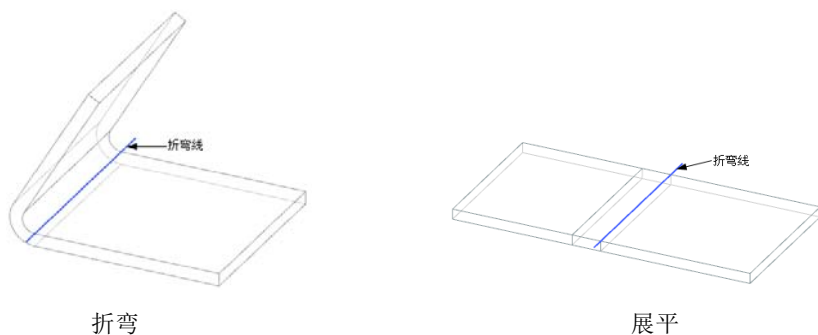

图 3-60 采用“外模线轮廓”选项创建折弯特征示意图
(1) 选择曲线：用来指定使用已有的直线轮廓来创建折弯特征，在如图 3-60 “折弯”对话框中为默认选项，即默认选中图标按钮。
(2) 绘制草图：在如图 3-60 “折弯”对话框中单击图标，可以在零件表面所在平面上绘制直线轮廓草图来创建折弯特征。
1) 外模线轮廓：是指轮在展开状态时廓线表示平面静止区域和圆柱折弯区域之间连接的直线，示意图如图 3-60 所示。